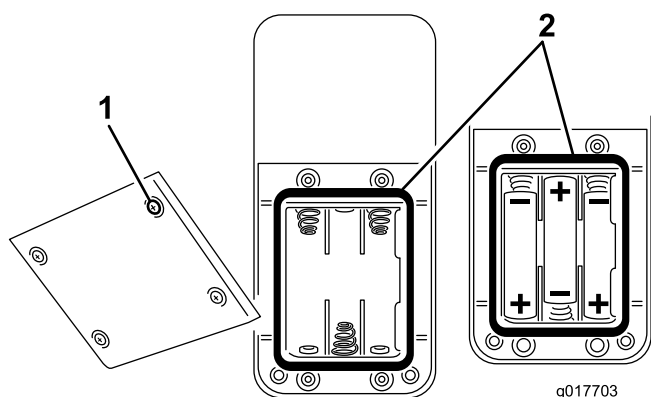

Figura 40
2. Se il vano batteria è vuoto, inserite tre batterie AAA nuove. Posizionate le batterie come illustrato nella Figura 40.
3. Per sostituire le batterie scariche, rimuovete le vecchie batterie e inserite tre batterie AAA nuove. Posizionate le batterie come illustrato nella Figura 40.